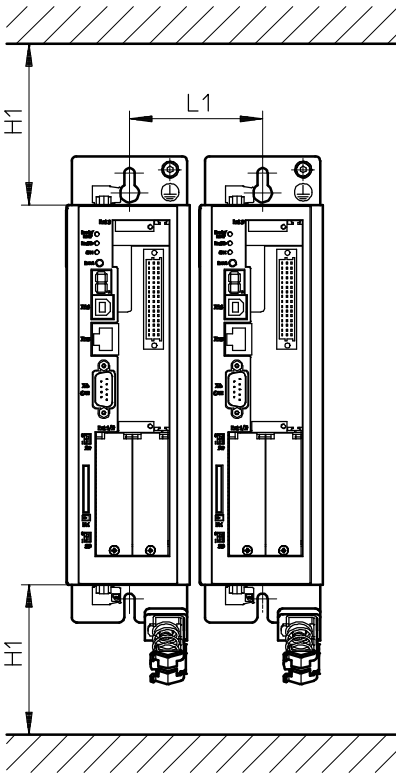

Fig. 3.4 Controllore motore CMMP-AS-...-M3: distanza di montaggio
- In caso d'impiego secondo gli usi consentiti e d'installazione a regola d'arte, i controllori motore della famiglia CMMP-AS-...-M3 possono essere allineati direttamente su una piastra di montaggio a dissipazione di calore. A tale proposito ricordiamo che un riscaldamento eccessivo può causare l'usura precoce e/o il danneggiamento dell'unità. In caso di elevata sollecitazione termica del controllore motore CMMP-AS-...-M3 è consigliata una distanza di montaggio (→ Fig. 3.4)!